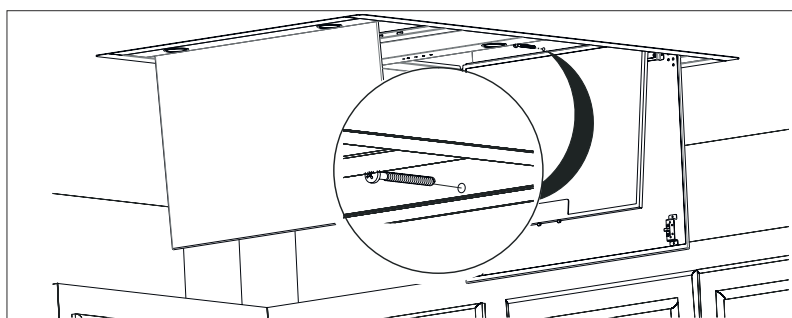

Fig. 10
6. ➡ Alternativt kan fläkten skruvas fast inifrån på sidorna med 5,5X60 skruvar (Fig. 10).